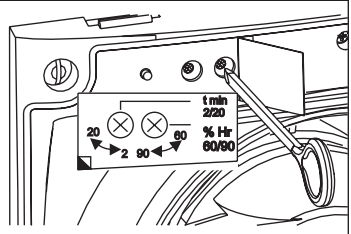

Fig.9
Si vous désirez modifier le réglage de la valeur d'hygrométrie, c'est à dire maintenir dans la pièce un taux d'humidité supérieur à 60%HR, tourner avec précaution le potentiomètre « %Hr » situé sur le circuit imprimé (fig.9) dans le sens des aiguilles d'une montre.
Si vous désirez modifier le réglage de la temporisation, c'est à dire augmenter le temps de fonctionnement de l'aérateur après que le niveau d'humidité soit revenu au niveau de la consigne, tourner avec précaution le potentiomètre « t min. » situé sur le circuit imprimé (fig.9) dans le sens des aiguilles d'une montre.
**Cas 2:** Fonctionnement automatique avec possibilité de mise en marche manuelle avec l'interrupteur de la lumière (fig.9).